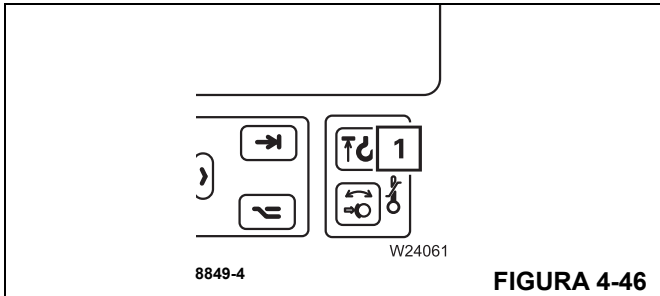

FIGURA 4-46
- Asegúrese de que el enrollado, la bajada de la pluma y la extensión telescópica estén bloqueados, que la indicación de limitador de elevación (1), (Figura 4-46) esté iluminada y que el zumbador de la pantalla del operador esté activado. Si así es, el interruptor de prevención del contacto entre bloques debe funcionar correctamente.